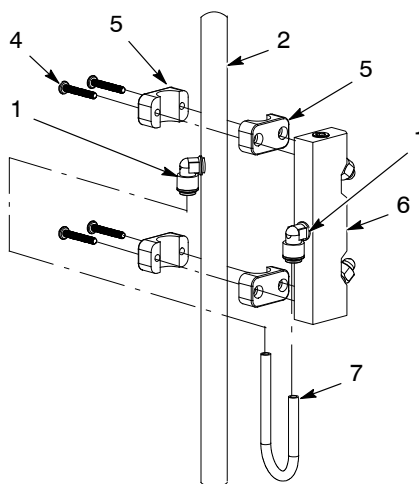

Рис. 4 Монтаж комплекта для продувки распылителей
- См. рис. 4. Используя зажимы (5) и винты М6 (4), закрепить манифольд (6) на узле трубок коллектора (2). Оставить винты в чуть ослабленном состоянии для процедуры юстировки, описанной в следующем параграфе.
- Присоединить трубку (7) с фитинга (1) манифольда к фитингу (1) узла трубок коллектора. Повторить процедуру для второго манифольда.